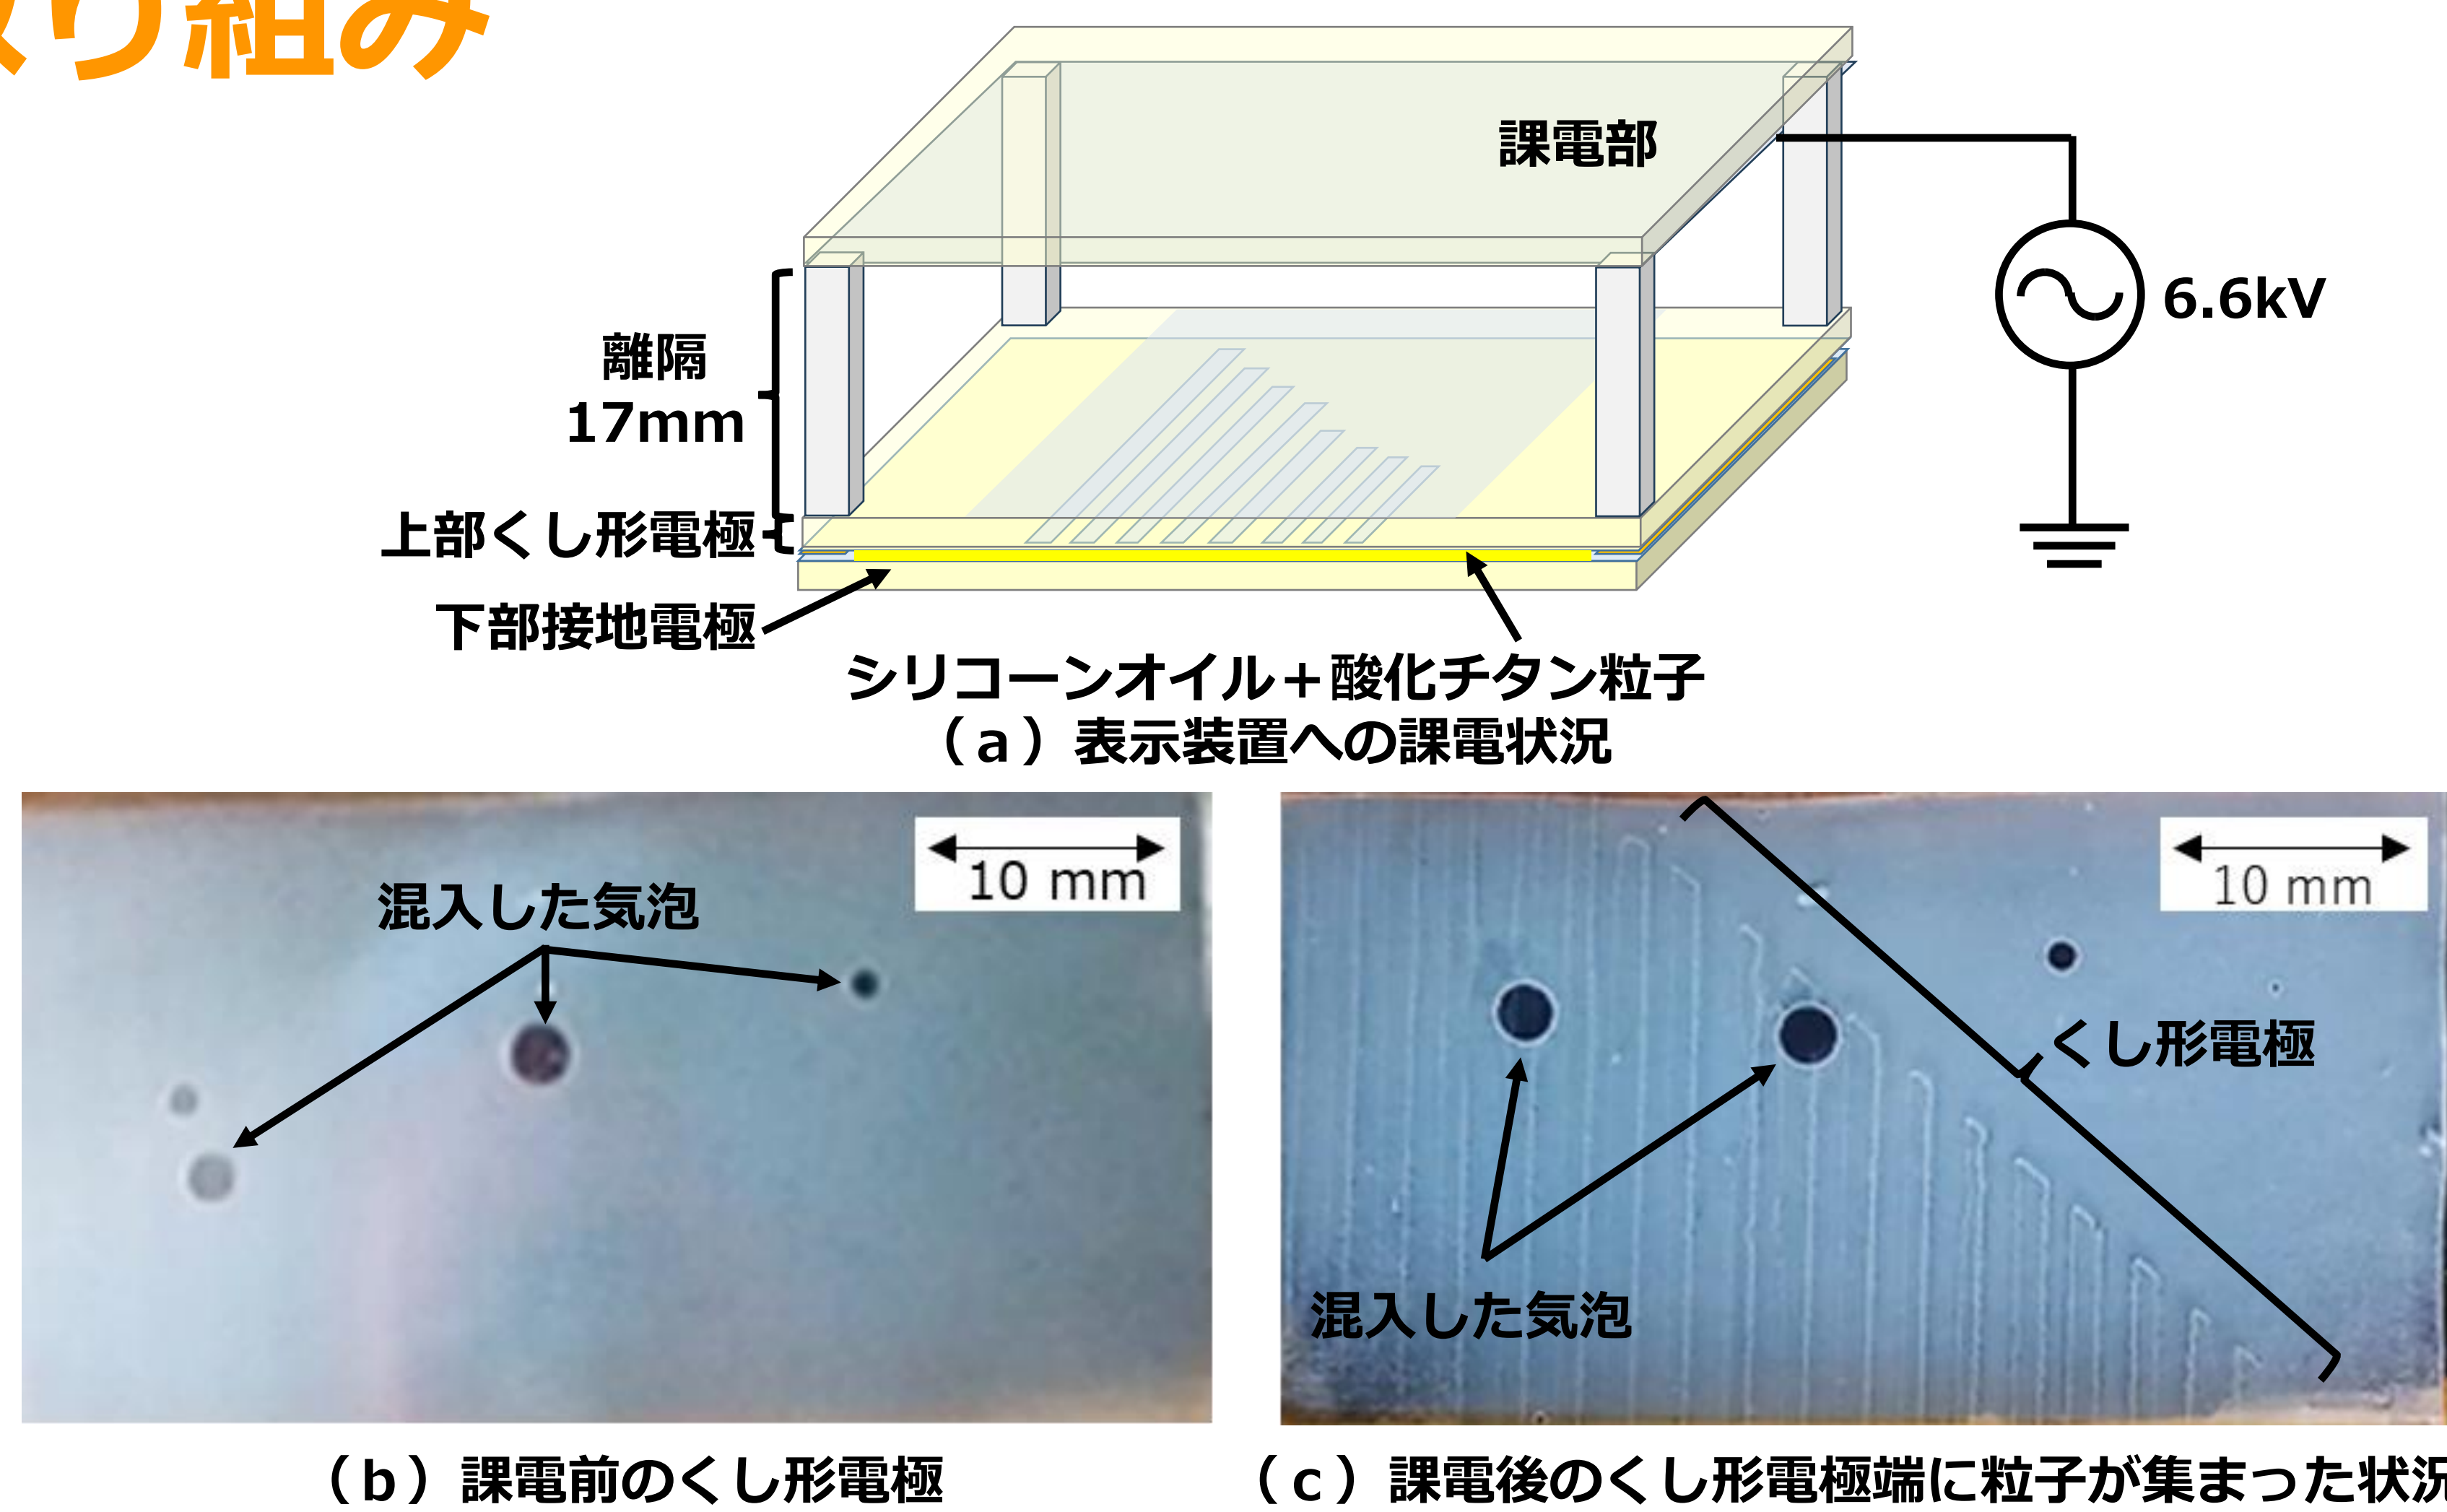

図2 表示装置の試験状況※
- 離れた位置から電圧を印加し、電極端に粒子を集め、視認することができました（図2）。